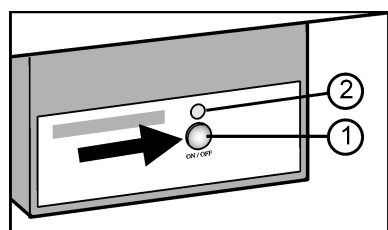

Fig. 4
- Presione la tecla On/Off Fig. 4 (1) hasta que el LED Fig. 4 (2) se ilumine.